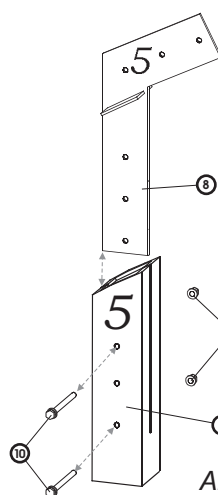
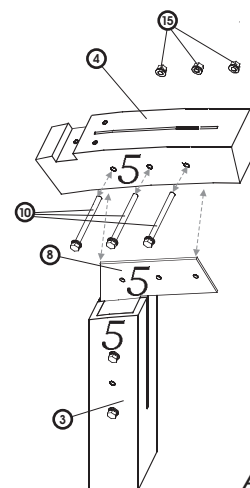
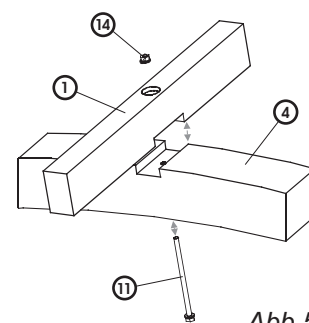

Abb. 2
Abb. 3
Abb. 5
a) Mit den Schrauben M12x150, ⑩ Muttern ⑮ und Unterlegscheiben ⑰ wird der Pfosten ③ mit dem Beschlag ④ verbunden. Auf dem Pfosten und auf dem Beschlag befinden sich die Nummern des Anschlusses, die übereinstimmen müssen. An den Pfosten sind nur zwei Schrauben anzuschrauben, die mittlere Öffnung bleibt frei. (Abb. 2) Der Pfosten wird am Bogen mit den Schrauben M12x150 ⑩, Muttern ⑮ und Unterlegscheiben ⑰ befestigt. (Abb. 3) Auf dem Bogen befinden sich die Nummern des Anschlusses, die mit den Nummern auf den Pfosten und Beschlägen übereinstimmen sollen. Es wird empfohlen, die Elemente auf dem Boden zu montieren. Um sie vor Kratzern zu schützen, kann z.B. Pappe als Unterlage verwendet werden.
b) Die zusammengeschraubten Elemente (Pfosten mit Bögen) werden an die Wand gestellt. Die äußere Latte ② wird mit den Holzschrauben M10/150 ⑪ mit Unterlegscheiben ⑱ angeschraubt.
c) Nach der Befestigung der äußeren Latte ② werden weitere Latten ① mit den Schrauben M10/190 ⑪, Muttern ⑭ und Unterlegscheiben ⑱ befestigt. (Abb. 5)